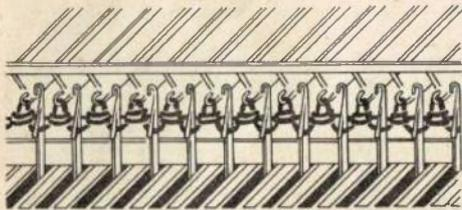

Fig. 24
- a) Kurbel bis 10 Uhr drehen, wodurch das Netz bei Gruppe II unter die geöffneten Zungen zu liegen kommt, Fig. 24 = Arbeitsstellung.